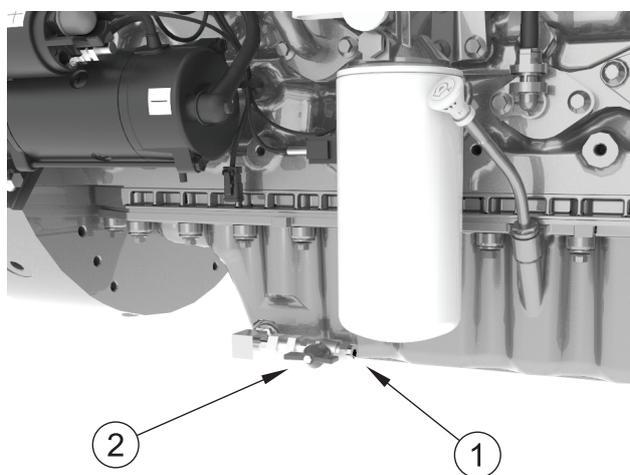

Figura 28
1. Rimuovere il tappo di scarico (figura 28 voce 1).